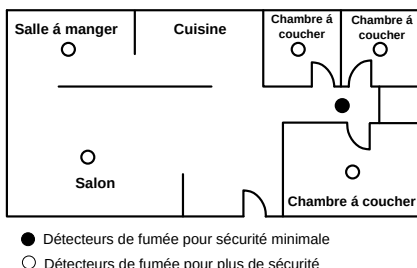

Figure1 : emplacements d'installation des détecteurs de fumée et de chaleur dans des appartements individuels ou des logements avec une seule zone de chambres
- Installez le détecteur de fumée et de chaleur dans un couloir, en dehors de chaque chambre (*reportez-vous à la Figure 1*). Deux détecteurs sont nécessaires dans un logement avec deux espaces séparés de chambres.